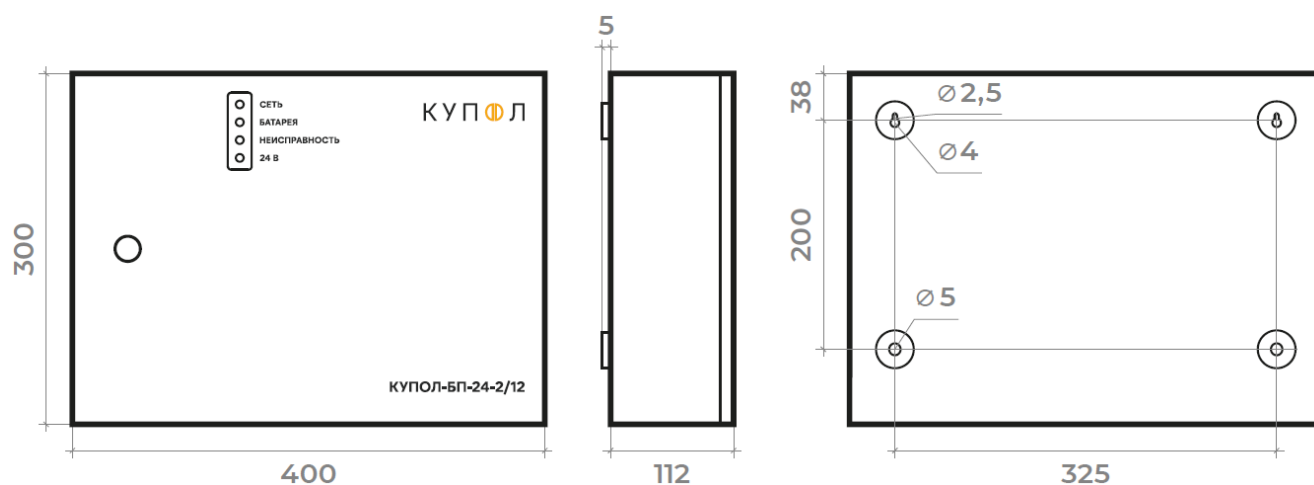
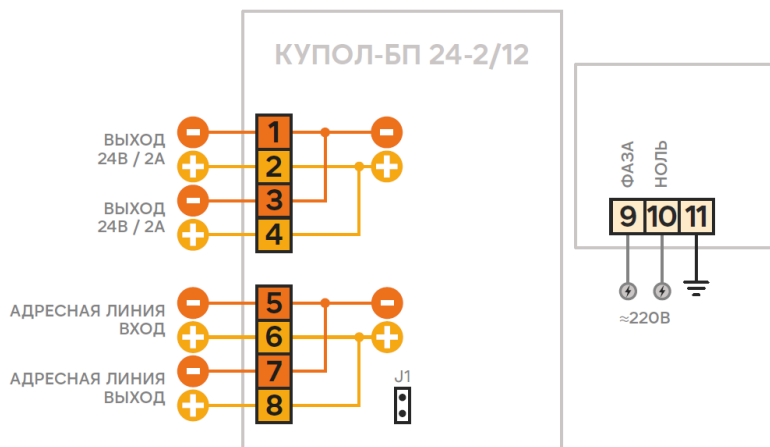

Рис.1. Габаритные и установочные размеры БП.
Рис.2. Схема подключения БП.
2.1.1. При проектировании размещения устройств пожарной автоматики необходимо руководствоваться Сводом правил СП 484.1311500.2020. Габаритные и установочные размеры БП показаны на рис.1, принципиальные схемы подключения – на рис.2.
2.2.2. По окончании адресации и возвращению АПКП в дежурный режим рекомендуется проверить правильность программирования БП. Для этого активировать БП кратковременным удалением джампера 1 «Тест» (рис.2). Активация БП сопровождается однократным миганием желтого индикатора, а в журнале событий появляется информация об адресе БП.